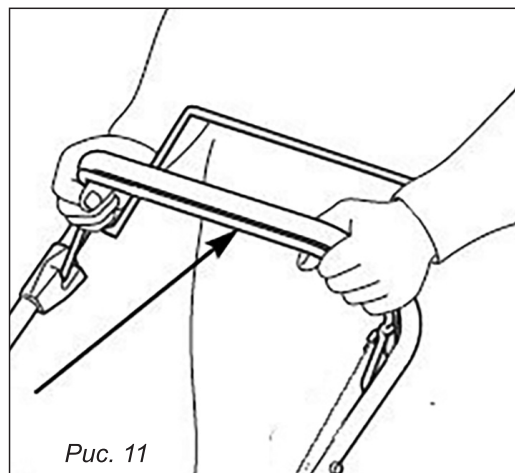

Рис. 11
Рычаг тормоза (остановки двигателя) находится на рукоятке управления спереди (рис. 11), нажмите этот рычаг для запуска двигателя, во время работы рычаг необходимо удерживать.
2. Нажмите и удерживайте рукоятку остановки двигателя (рис. 11).